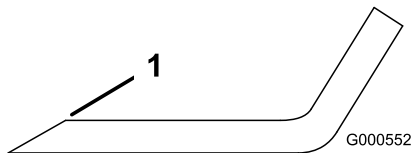

Figura 75
1. Utilize uma lima para afiar aresta de corte em ambas as extremidades da lâmina (Figura 75).
Nota: Se lâmina não estiver equilibrada, lime algum metal da extremidade da aba apenas (Figura 75).